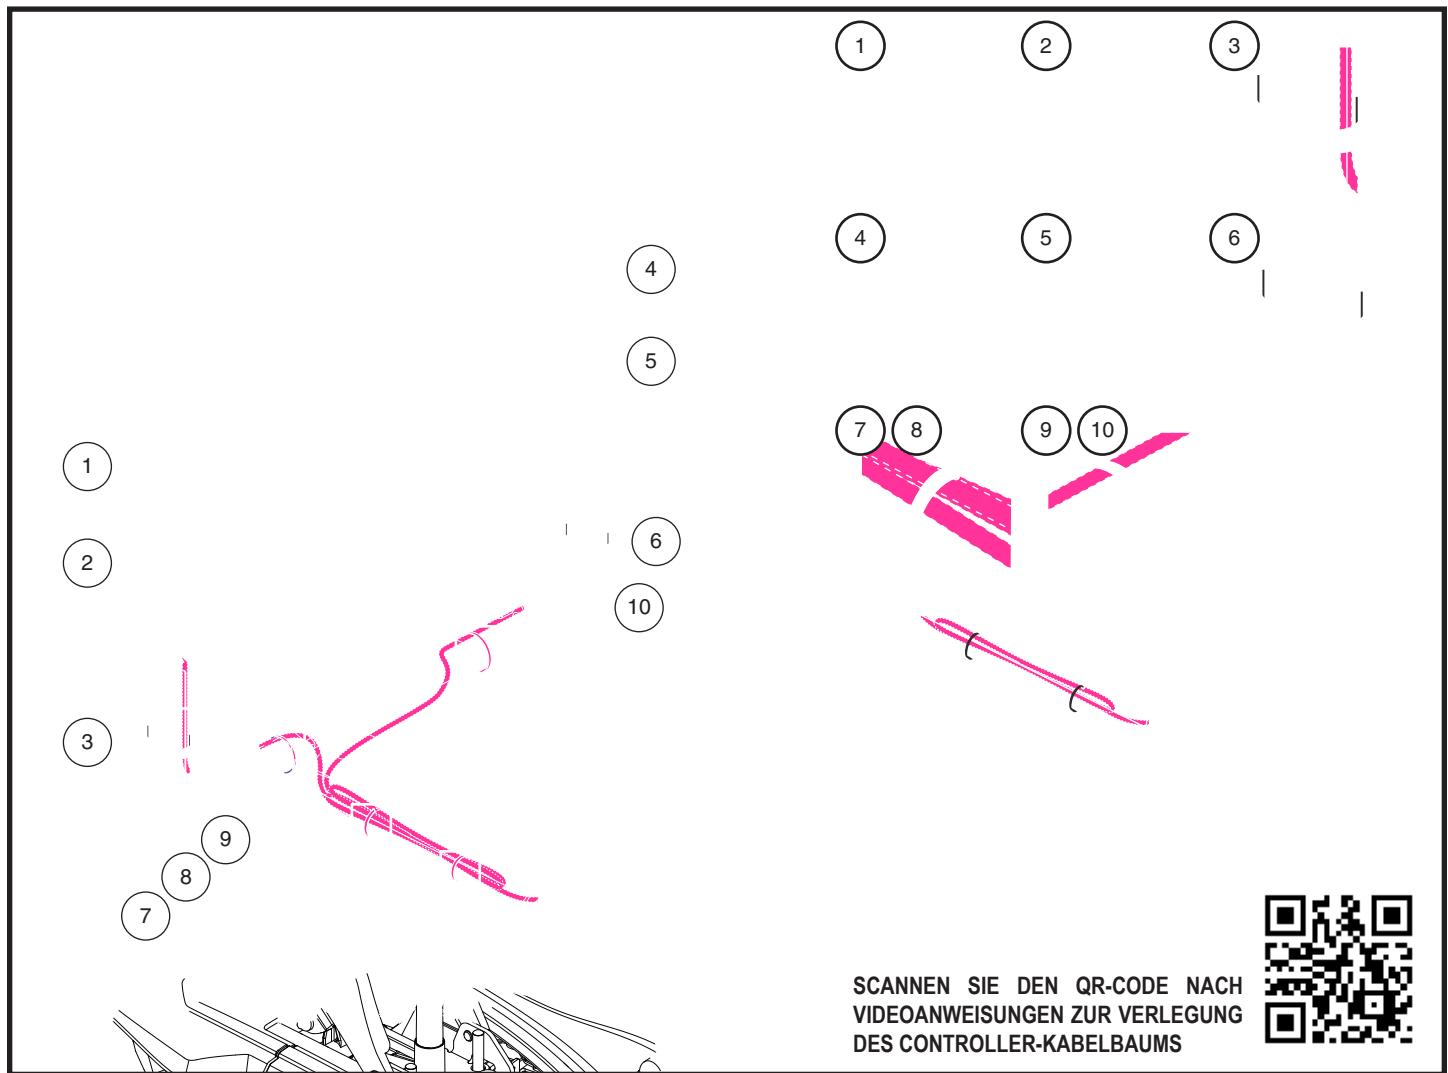

Bild 11. Führung des Steuerungskabels
17. Sichern Sie die Kabel mit Hilfe der mitgelieferten Kabelbinder an der Armlehne, wie in Abbildung 11 gezeigt.
19. Sichern Sie die Kabel mit Hilfe der mitgelieferten Kabelbinder an der Armlehnenhalterung und der Sitzplatte wie in Abbildung 11 gezeigt.
WARNUNG! Achten Sie darauf, alle Kabel ordnungsgemäß gemäß Abbildung 11 zu führen. Bei falscher Kabelführung können der Lichtschalter, die Steuerung oder andere elektrische Komponenten beschädigt werden.
1. Ziehen Sie für die Positionen 1 bis 10 die Kabelbinder gemäß der in **Abbildung 11** gezeigten Kabelbaumführung fest.
HINWEIS: Videoanweisungen zum Verlegen des Controller-Kabelbaums finden Sie unter <https://youtu.be/KHdTQK9KXn0> oder scannen Sie den in **Abbildung 11** gezeigten QR-Code mit Ihrem Smartphone.
9. Führen Sie das Steuerungskabel am Sitzrahmen entlang und sichern es mit Kabelbindern. **Siehe Bild 11.**